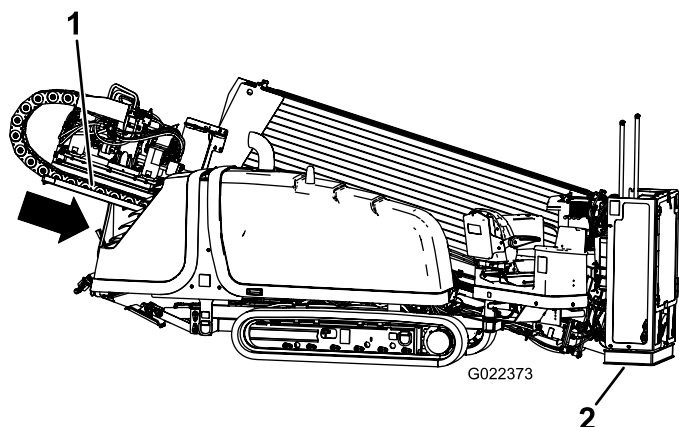

Рисунок 44
4. Опустите упорную раму, наклонив буровую раму до тех пор, пока плита не коснется грунта (Рисунок 44).